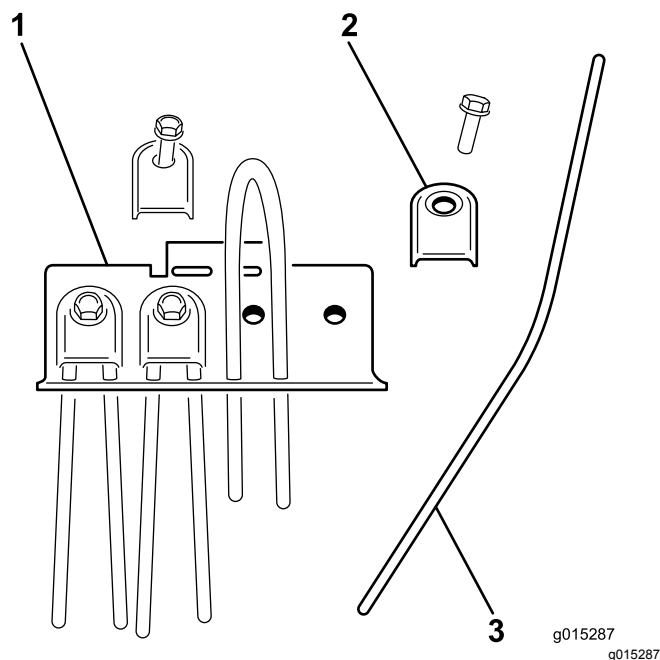

図 28
2. タインリテーナを外し、交換したいタイン破損しているタインを取り外す 図 28。